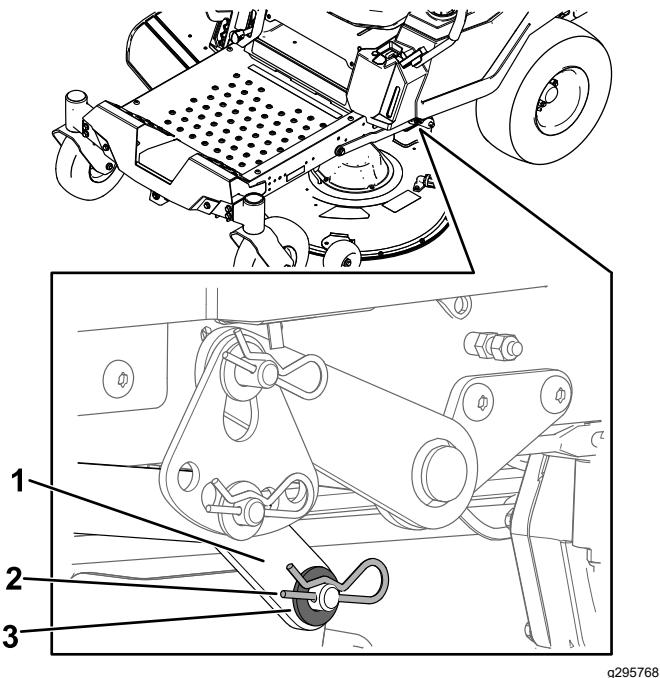

Figura 73
- Num lado da máquina, remova a anilha e o perno de gancho do pino da plataforma (Figura 73).
- Remova o braço de elevação do pino da plataforma (Figura 73).
- Num lado da máquina, eleve a traseira da plataforma do cortador e eleve o braço de elevação para o pino da plataforma (Figura 73).
- Instale o braço de elevação utilizando a anilha e o perno de gancho Figura 73.